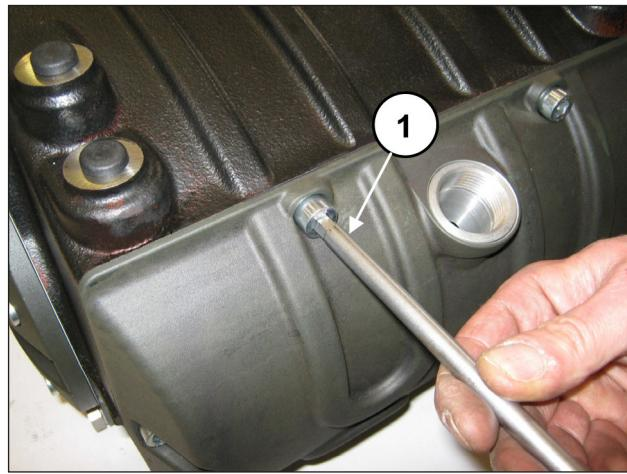

Рис. 2
Полностью слейте масло из насоса, а затем снимите крышку картера (с соответствующим уплотнительным кольцом круглого сечения O-ring), открутив 6 винтов M10 (поз. ①, Рис. 2).